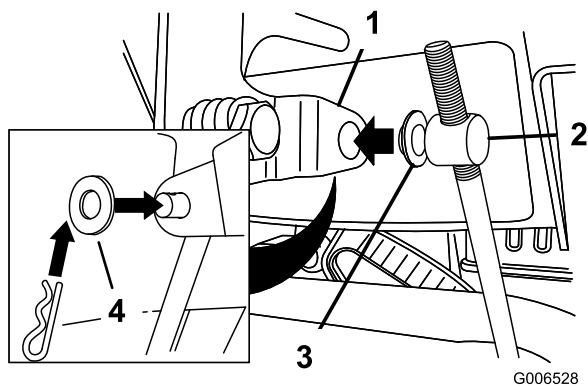

Figure 11
3. Retirez la goupille fendue et la rondelle extérieure du tourillon à l'extrémité supérieure de la tige de commande de vitesse (Figure 11).
**Remarque:** Pour faciliter le montage, laissez la rondelle plate sur le tourillon (Figure 11).
6. Soulevez la tige de commande de vitesse et insérez le tourillon dans le trou du levier sélecteur de vitesses (Figure 11).
- B. Retirez le tourillon du sélecteur de vitesses (Figure 11).
- C. Tournez le tourillon vers le bas (sens horaire) sur la tige de commande de vitesse (Figure 11).
- D. Remettez le tourillon sur le sélecteur de vitesses (Figure 11).
- C. Tournez le tourillon vers le haut (sens anti-horaire) sur la tige de commande de vitesse (Figure 11).